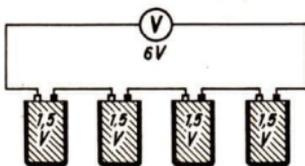

Abb. 266 Hintereinanderschaltung von Elementen
**3. Wie werden die Elemente zusammengeschaltet?** Wir nehmen zwei verbrauchte Taschenlampenbatterien auseinander! In jeder Batterie sind drei kleine Trockenelemente enthalten. Wie wir schon festgestellt haben (vgl. Abb. 264), ist der Kohlepol des einen Elementes mit dem Zinkpol des andern Elements fest verbunden. Wir messen an einem einzelnen noch gebrauchsfähigen Element die Spannung mittels eines Voltmeters (vgl. Abb. 229). Sie beträgt 1,5 V. Wir legen nun die Elemente hintereinander in eine Reihe, zuerst zwei, dann drei und zuletzt vier, und zwar so, daß immer der Kohlepol des einen Elementes mit dem Zinkpol des folgenden verbunden wird. Das Voltmeter zeigt der Reihe nach 3 V, 4,5 V und 6 V. Eine derartige Verbindung mehrerer Elemente nennt man eine *Batterie*. Die eben besprochene Schaltung heißt *Hintereinander-* oder *Reihenschaltung* (Abb. 266).